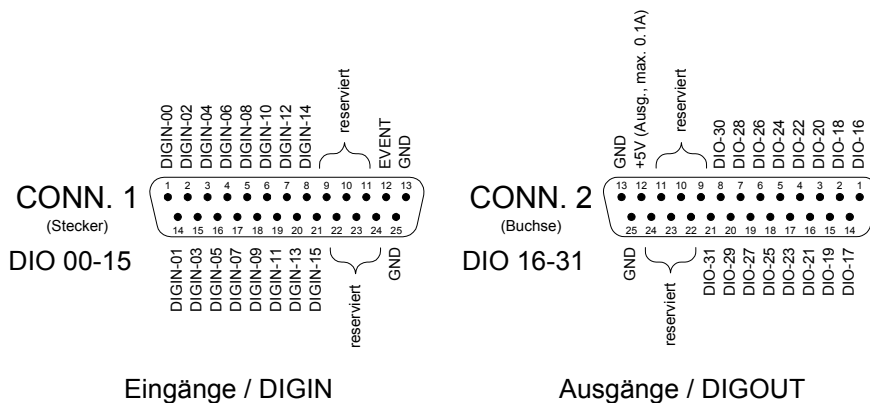

Abb. 9 – Pin-Belegung bei der Konfiguration mit CONF\_DIO(12)
Der Befehl `CONF_DIO (12)` konfiguriert DIO 15:00 als digitale Eingänge und DIO 31:16 als digitale Ausgänge (siehe Abb. 9).